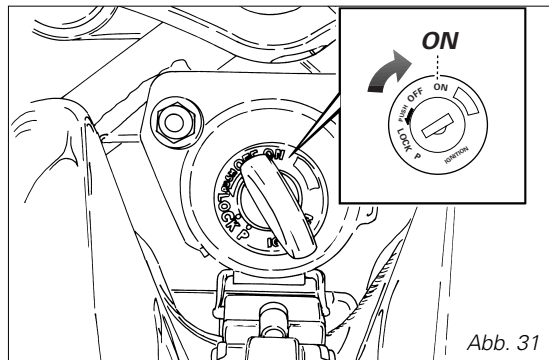

Abb. 31
1) Den Zündschalter auf die Angabe **ON** (Abb. 31) drehen und prüfen, ob die grüne **N** und die rote Kontrollleuchte  auf dem Instrumentenbrett aufleuchten.